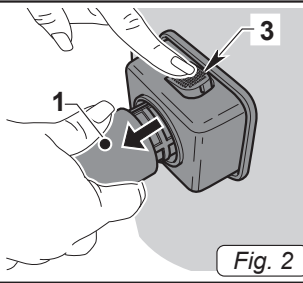

Fig. 2
- Zum Lösen der Hülse (1 Abb. 2) drücken und halten Sie die Taste (3 Abb. 2) und ziehen Sie dann die Hülse (1 Abb. 2) nach außen.